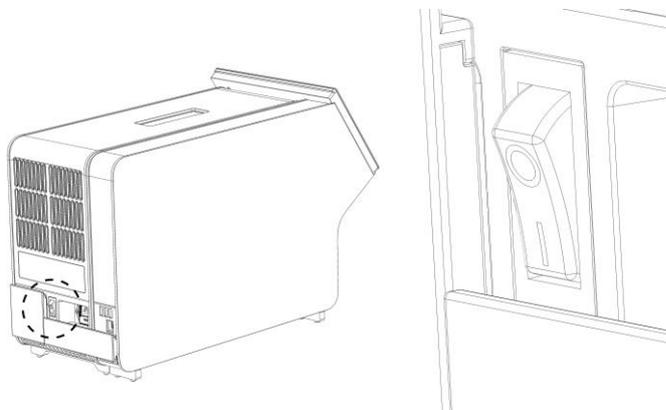

Рис. 11. Найдите выключатель питания и приведите его в положение «I».
9. Включите прибор нажатием выключателя питания на задней стороне аналитического модуля — выключатель необходимо привести в положение «I» (рис. 11, следующая страница). Убедитесь, что индикаторы состояния на аналитическом и рабочем модулях горят синим светом.